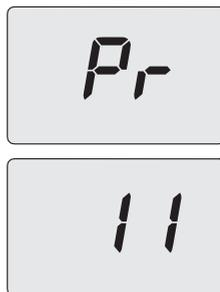

Figura 5.23
- Scorrere i vari parametri utilizzando i tasti 14 o 15 fino a far apparire sul display LCD le lettere **Pr** che si alternano al numero del parametro **11**, indicanti l'entrata nel "parametro 11" (Figura 5.23).